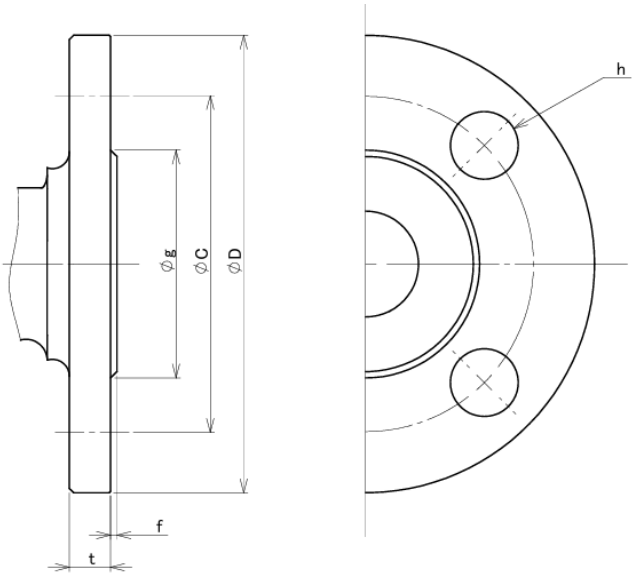

図 16. ASME B16.5 フランジ図
1.3 ASME B16.5 のフランジ寸法は下図 16、表 18 を参照ください。